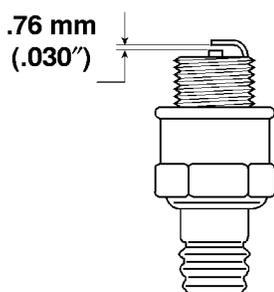

Abbildung 23
- Den Elektrodenabstand auf .76 mm einstellen (Abb. 23). Nach der richtigen Einstellung die Zündkerze und Dichtung einsetzen und mit einem Anzugsmoment von 20 N·m anziehen. Wenn kein Drehmomentenschlüssel verwendet wird, die Zündkerze fest anziehen.